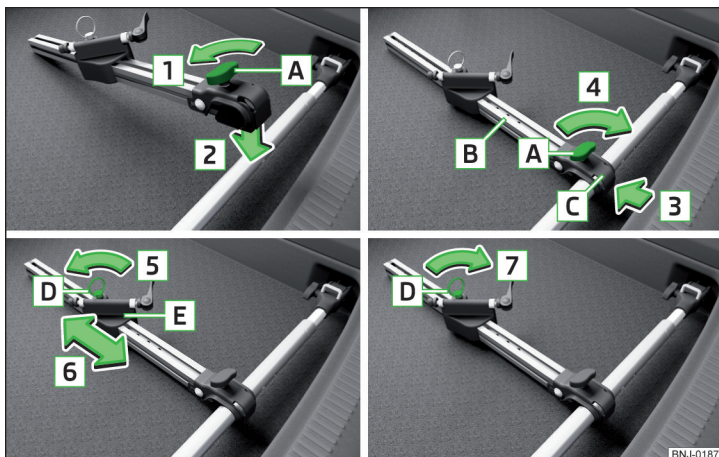

Fig. 97 Montarea suportului pentru bicicletă
- Desprindeți șurubul **A** de pe suportul pentru biciclete (denumit în continuare numai suport) în sensul săgeții **1** » fig. 97.
- Dacă doriți să transportați două biciclete, atunci desfaceți șurubul **A** » fig. 97 la pagina 94 de pe suport și deplasați suportul împreună cu bicicleta fixată spre stânga.
- Strângeți șurubul **A** » fig. 97 la pagina 94 de pe suport.
- Dacă este necesar, adaptați poziția părții culisabile **E** » fig. 97 la pagina 94.